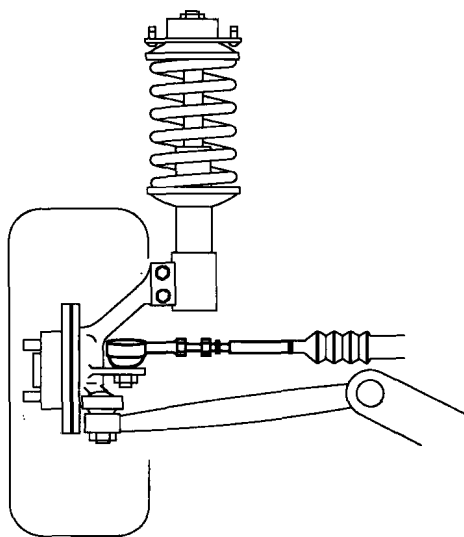

图 1-3 通过横拉杆调整前束
1) 调整指导。拧松横拉杆紧固螺栓。转动内侧横拉杆以调整前束。见图 1-3。